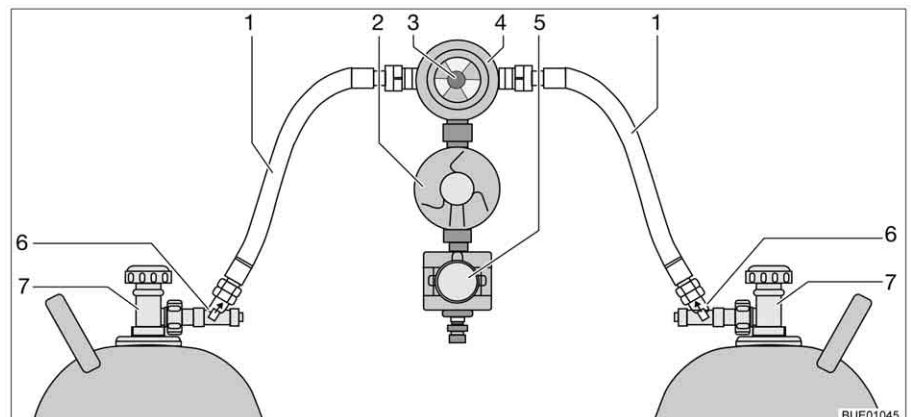

Bild 128 Crash-Protection-Unit-omkopplingsenhet
Crash-Protection-Unit består av två genomflödesbegränsare med manuell frigöring (Bild 128,6), en omkopplingsventil (Bild 128,4) med tryckregulator (Bild 128,2), en elventil (Bild 128,5) och kontrollenheten med trefärgad lysdiod. Omkopplingsventilen är monterad mellan de båda gasslangarna (Bild 128,1).
Med vredet (Bild 128,3) på omkopplingsventilen ställer du in vilken gasflaska som ska användas som driftflaska och vilken som ska användas som reservflaska.
Med kontrollenheten (Bild 129) kan endast de elektriska funktionerna styras. Gasflaskornas huvudavstängningsventiler (Bild 128,7) och frigöringarna (Bild 128,6) måste öppnas för hand.
- Öppna huvudavstängningsventilerna på gasflaskorna (Bild 128,7).
- Tryck in frigöringarna (Bild 128,6) i tio sekunder efter varandra.
- Med vredet (Bild 128,3) på omkopplingsventilen (Bild 128,4) väljs gasflaskan, som ska prioriteras (driftflaska).
- Stäng huvudavstängningsventilerna på gasflaskorna (Bild 128,7).